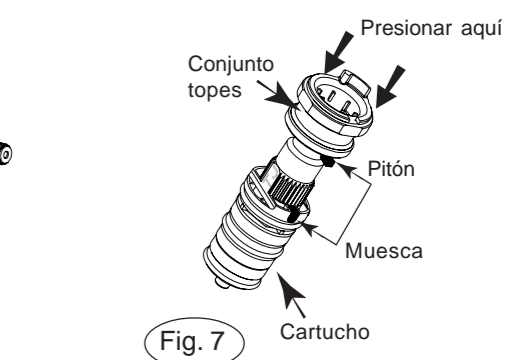

Fig. 7
- Presionar **a fondo** el conjunto de toques sobre el cartucho, ajustando el pitón en la muesca (fig. 7).